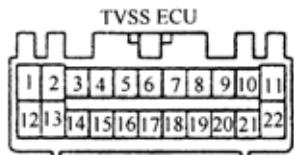

图 9-253
(2) 检查 TVSSECU(电源)，如图 9-253 所示。断开 T7 ECU 连接器，检查线束一侧连接器和搭铁之间的电压。端子 +B(T7-1) 搭铁在标准状态下为 1 ~ 14V。
(3) 检查 TVSSECU(搭铁)(见图 9-253)。断开 T7ECU 连接器，检查线束一侧连接器和搭铁之间的导通性。端子 E(T7-22) 搭铁在标准状态下应导通。
(3)检查 TVSSECU(电源)(见图 9-253)